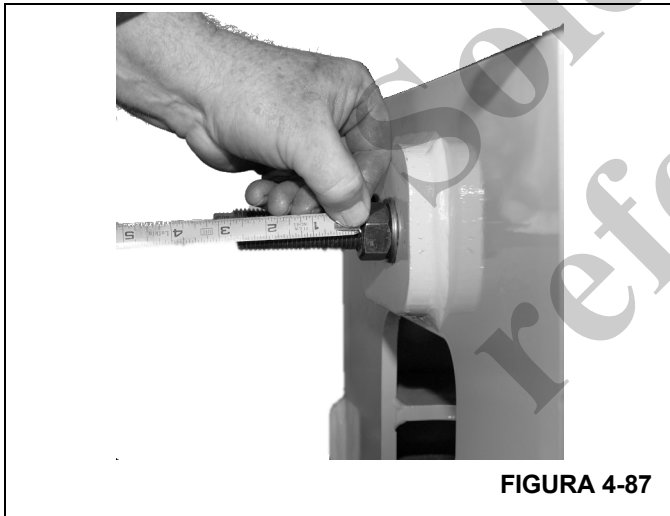

FIGURA 4-87
- 10. Ajuste el cable hasta que haya 76 mm (3 pulg) de roscas visibles más allá de la tuerca de ajuste (Figura 4-87).